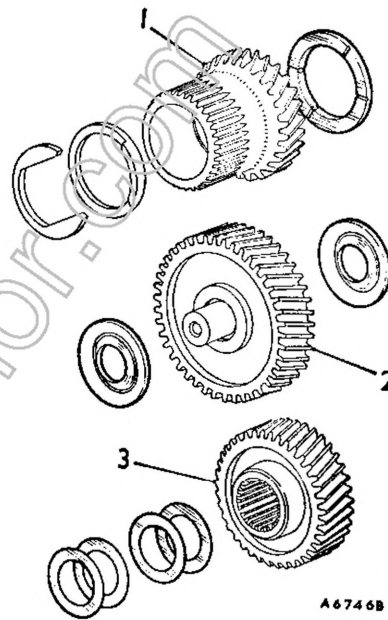

Fig. Aa. 19
39. (a) Montare il numero richiesto di spessori, come calcolato al punto 37, sulla parte esterna dell' ingranaggio secondario (vedi Fig. Aa. 19).
- (b) Montare una rosetta su ogni lato dell' ingranaggio intermedio (vedi Fig. Aa. 19) come calcolato al punto 38.